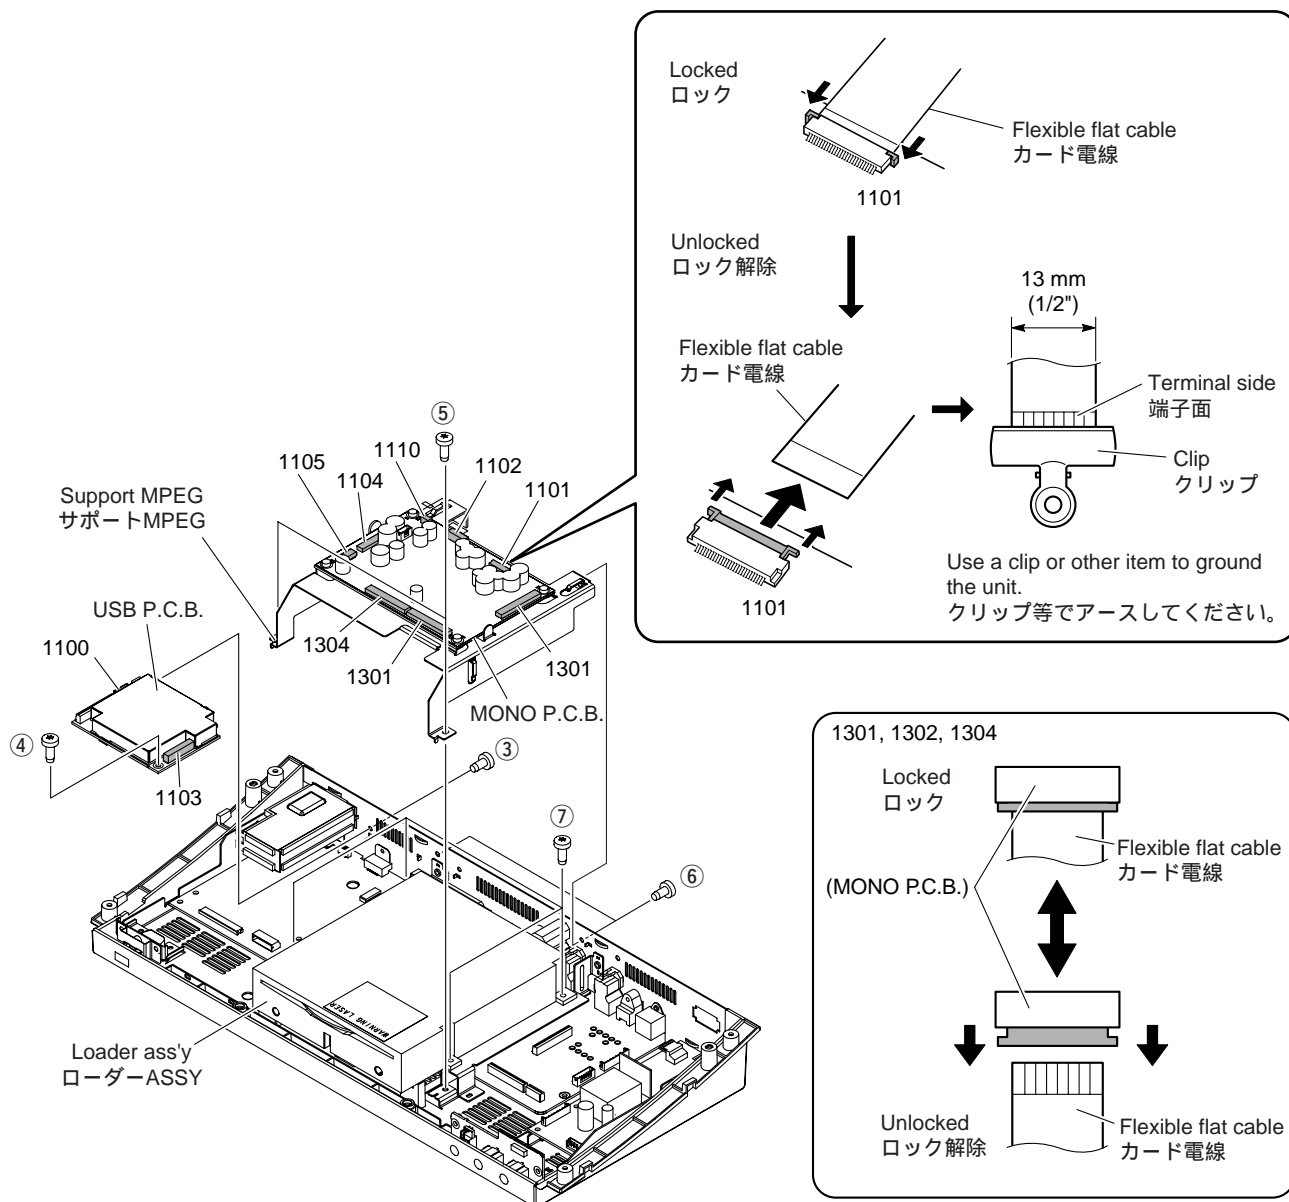

Fig. 3
- a. Remove screw (③) and screw (④). (Fig. 3)
- b. Remove 1100 and 1103. (Fig. 3)
- c. Remove the USB P.C.B.. (Fig. 3)
- d. Remove 2 screws (⑤) and 2 screws (⑥). (Fig. 3)
- e. Unlock 1101 and then disconnect the flexible flat cable, and ground the terminal face of the flexible flat cable with a clip or the like. (Fig. 3)
- f. Remove 1102, 1104, 1105 and 1110. (Fig. 3)
- g. Unlock 1301, 1302 and 1304 and then disconnect the flexible flat cable. (Fig. 3)
- h. Remove MONO P.C.B. together with the support MPEG. (Fig. 3)
- i. Remove 4 screws (⑦). (Fig. 3)
- j. Remove the loader ass'y. (Fig. 3)
- a. ③のネジ1本、④のネジ1本を外します。(Fig. 3)
- b. 1100、1103を外します。(Fig. 3)
- c. USB PCBを取り外します。(Fig. 3)
- d. ⑤のネジ2本、⑥のネジ2本を外します。(Fig. 3)
- e. 1101のロックを解除してカード電線を外します。次に外したカード電線のクリップ等で端子面をアースします。(Fig. 3)
- f. 1102、1104、1105、1110を外します。(Fig. 3)
- g. 1301、1302、1304のロックを解除してカード電線を外します。(Fig. 3)
- h. MONO P.C.B.をサポートMPEGと一緒に取り外します。(Fig. 3)
- i. ⑦のネジ4本を外します。(Fig. 3)
- j. ローダー ASSY を取り外します。(Fig. 3)
- Slide the lower part of the front panel ass'y forward gradually and remove it from 4 dowels. (Fig. 3)
- フロントパネル ASSY の下側を前方にゆっくりスライドさせ、ダボ 4 箇所を外します。 (Fig. 3)